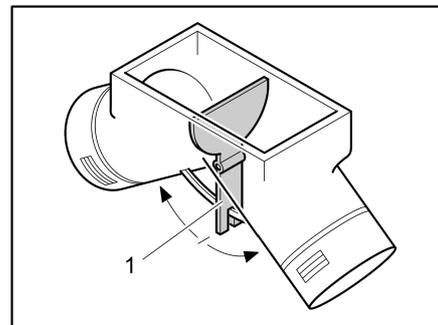

Fig. 110 Ventilateur à air pulsé, vanne de réglage en position intermédiaire
En position intermédiaire, l'air chaud se répartit uniformément sur les deux sorties à air chaud. Le levier de commande (Fig. 110,1) pour la vanne de réglage est installé sous le portillon de la penderie.
- Pousser le levier de commande (Fig. 110,1) dans le sens de la flèche jusqu'à obtention de la position désirée.